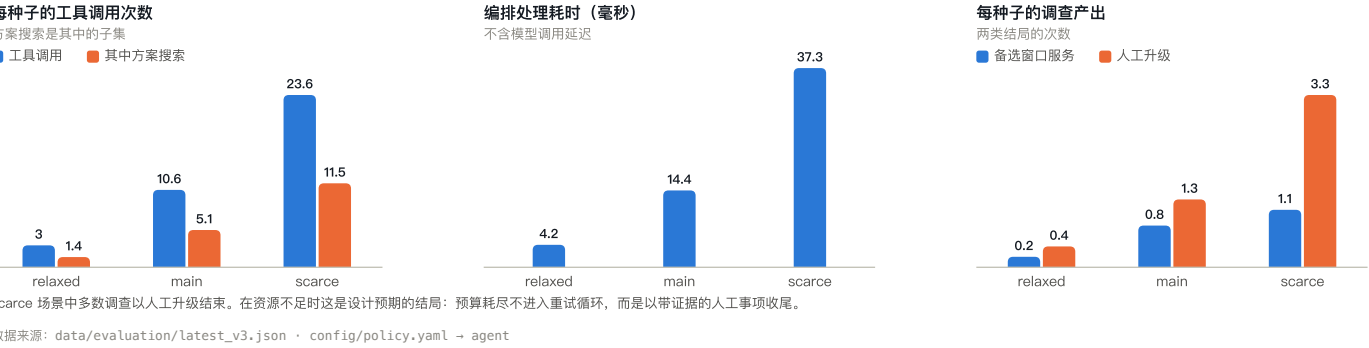

图 24-3 Agent 调查的成本与产出随资源稀缺度的变化。
- 2. 成本随资源稀缺度上升。工具调用、方案搜索次数与处理耗时在 scarce 场景中显著高于 relaxed 场景（图 24-3）。